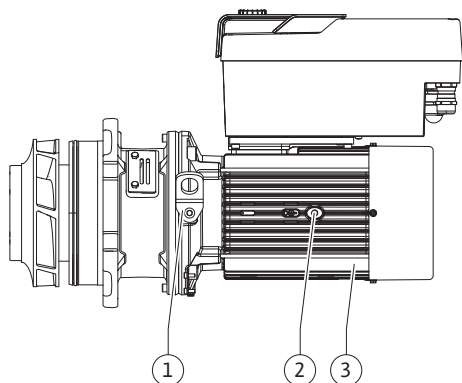

Fig. 107: Głowica silnika
13. Wprowadzić głowicę silnika (patrz Fig. 107) w korpus pompy w poprzedniej lub innej pozycji kątowej. Należy przy tym przestrzegać dopuszczalnych położenia montażowych elementów. „Dozwolone położenie montażowe i zmiana rozmieszczenia elementów przed instalacją” [► 393]].